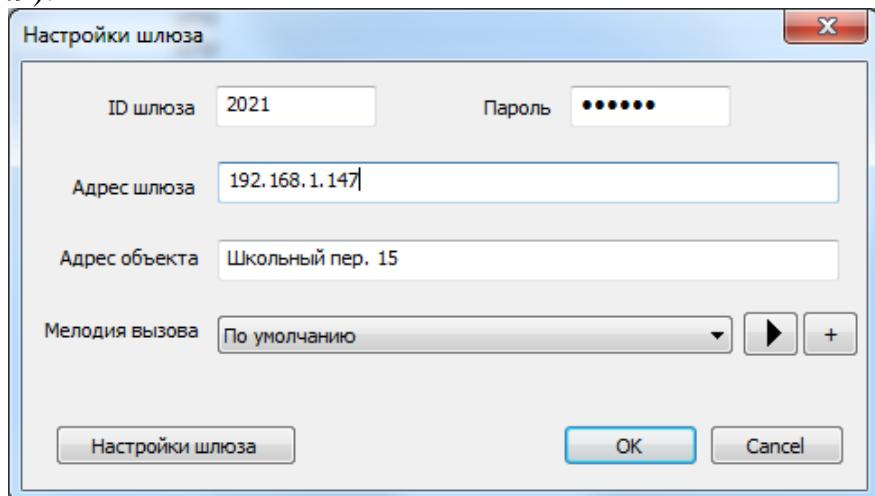
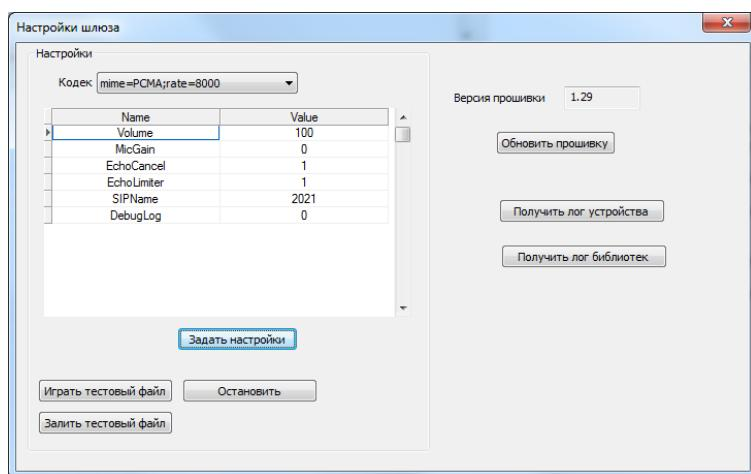

Рис.9 Окно настройки шлюза.
Рис.10 Окно настройки шлюза
5.1.6. Нажать кнопку «Добавить шлюз». Откроется окно настройки шлюза (рис.9).
5.1.7 Нажать «Настройки шлюза» окна рис.9. Появится окно, представленный на рис.10:
Убедиться, что область параметров соответствует показаниям, представленным на рис.10. Если нет – необходимо откорректировать данные до соответствия.
Закрыть окно (рис.10). В оставшемся окне (рис.9) нажать кнопку «OK».